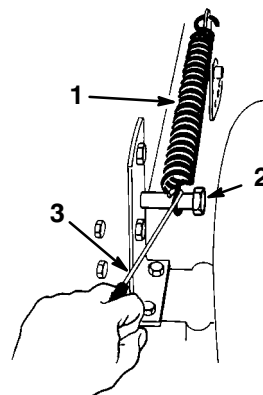

Figure 34
4. Décrochez le boulon de fixation du ressort compensateur de hauteur de coupe (Fig. 34), à l'aide du crochet fourni avec la machine. Ce ressort se trouve entre le châssis et la roue arrière droite.